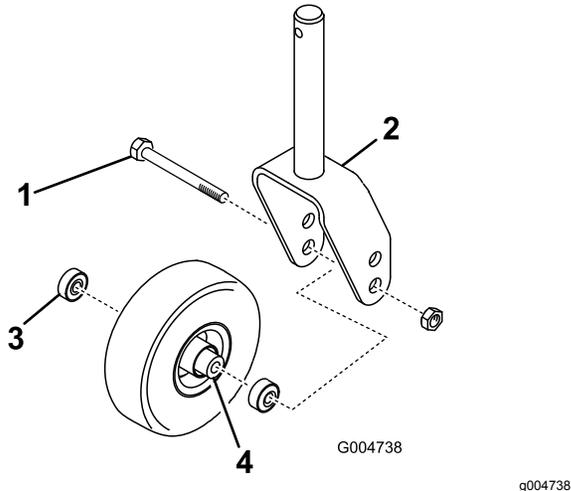

Figure 29
1. Enlevez le contre-écrou du boulon qui fixe la roue pivotante à la chape (Figure 29). Maintenez la roue pivotante et sortez le boulon de la fourche ou du bras pivotant.
2. Enlevez le roulement du moyeu de la roue et laissez tomber la douille d'écartement à l'extérieur (Figure 29). Enlevez le roulement de l'autre côté du moyeu.